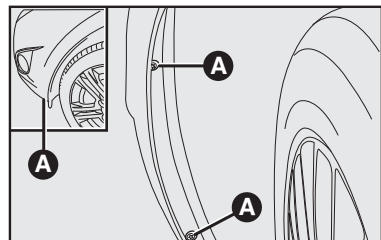

fig. 19
- Remover os três parafusos de fixação da proteção **A-fig. 19** do vão da roda;